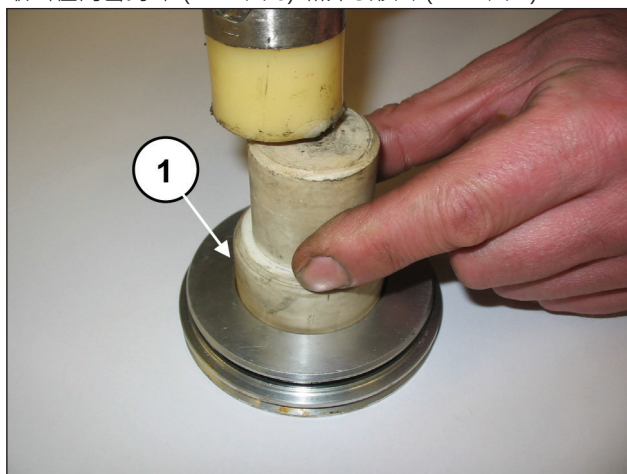
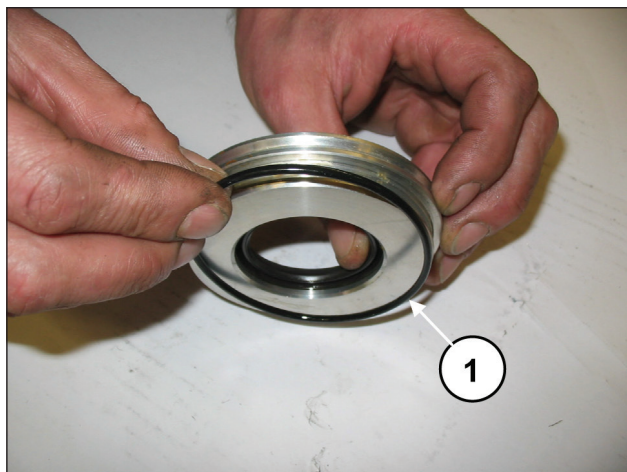

图 6
图 7
取出径向密封环 (①·图 6) 和外O形圈 (①·图 7)。